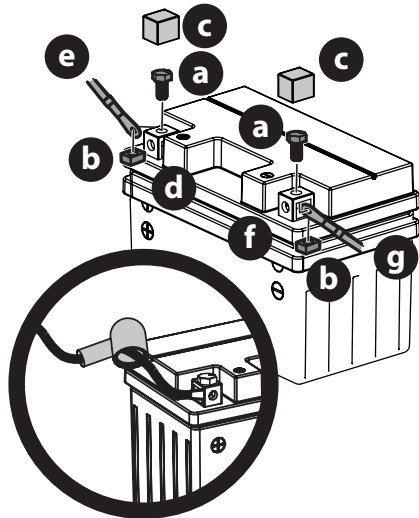

Figura 14
1. Extraiga los tornillos hexagonales (a) y las tuercas cuadradas (b) situados en el extremo del arnés de cables o en la bolsa que acompaña a este manual. Guarde los herrajes para uso posterior (Figura 14).
2. Retire la cubierta plástica (c), si está presente, del borne positivo de la batería (d) y una el cable rojo (e) al borne positivo de la batería (b) utilizando uno de los tornillos hexagonales (a) y las tuercas cuadradas (b) que se extrajeron en el paso 1. Use un destornillador Philips (Figura 14).
3. Coloque el capuchón de caucho rojo por encima del borne positivo de la batería para protegerlo contra la corrosión (el inserto en la Figura 14).
4. Retire la cubierta plástica (c), si está presente, del borne negativo de la batería (f) y una el cable negro (g) al borne negativo de la batería (f) utilizando el tornillo hexagonal restante (a) y la tuerca cuadrada (b) (Figura 14).